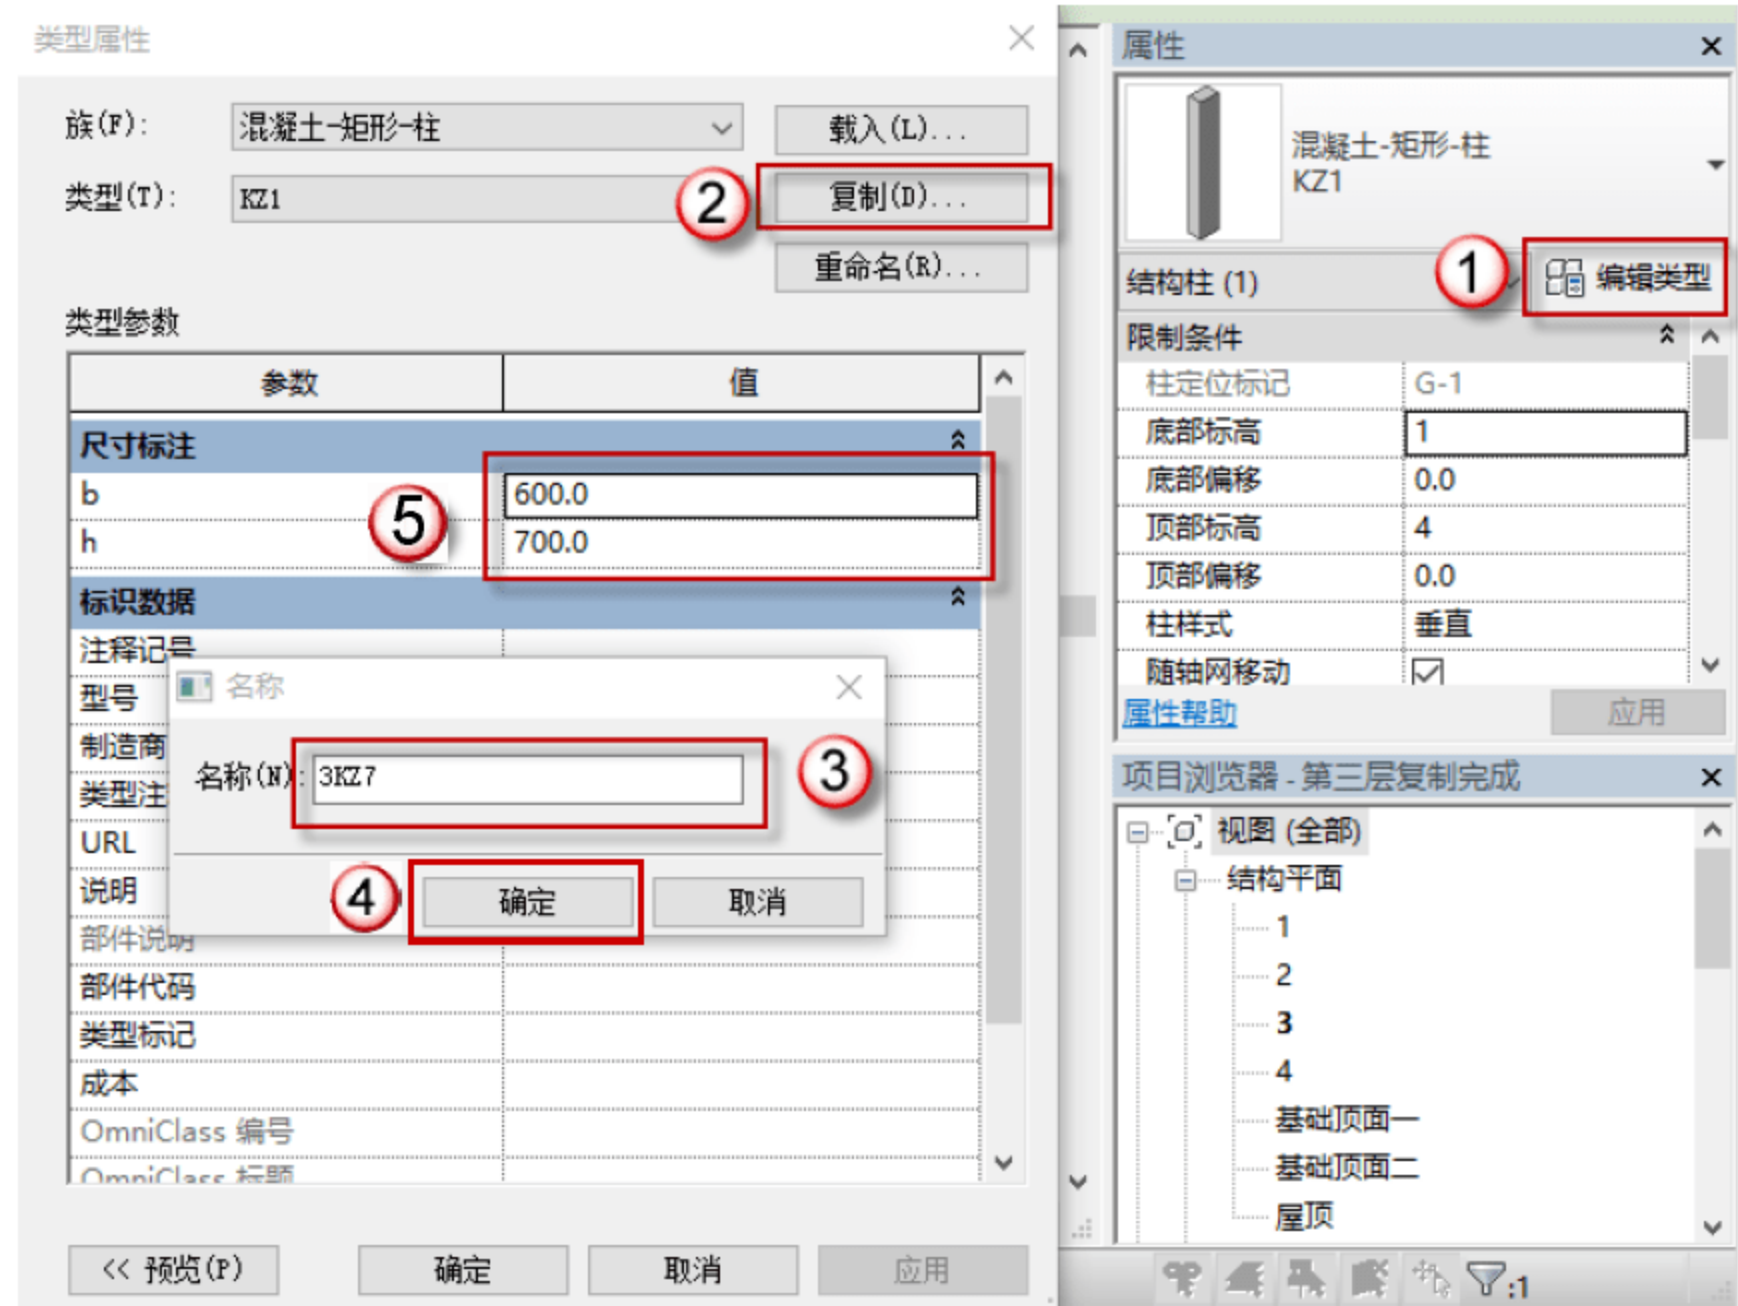

图 4.4.8 修改 KZ7
(8) 修改 KZ7 的参数以及名称，单击 KZ7 对象，单击“编辑类型”按钮，在弹出的对话框中，单击“复制”按钮，在弹出的对话框中命名新的族名称“3KZ7”，单击“确定”按钮，在“尺寸标注”栏中修改截面参数，如图 4.4.8 所示。